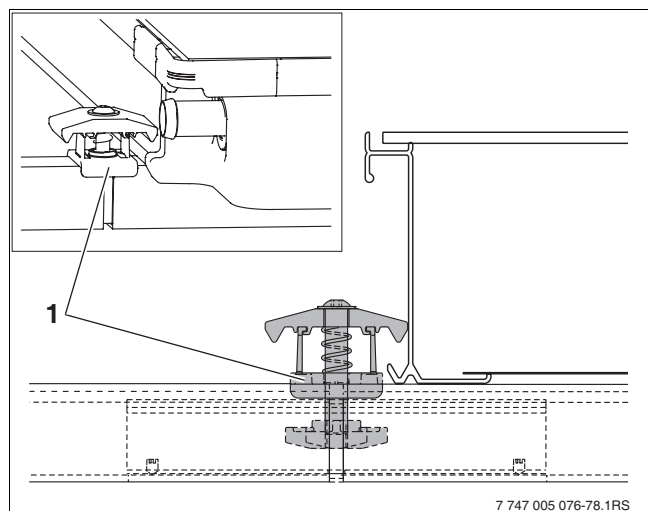

Fig. 61 Sujeción de captador sencilla atornillada
- Colocar el fijador de captador doble con la tuerca encajada en la abertura del perfil y del conector de encaje, de modo que el soporte distanciador en plástico (Fig. 61, (1)) envuelva el perfil.
- Posicionar el fijador de captador doble conforme Fig. 61.